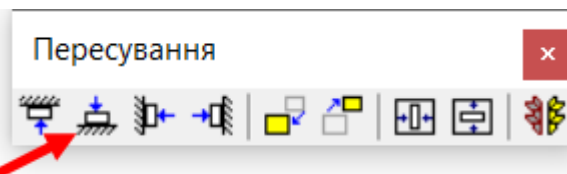

Рис. 1.6. Вибір команди переміщення деталі униз до упору
10. Перемістити деталі униз до упору, для цього необхідно виділити деталі та на панелі інструментів «Пересування» вибрати кнопку «Униз до упору» (рис. 1.6).